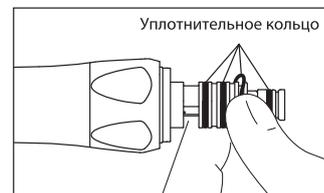

Рис. 10
- 2) Аккуратно извлеките большим пальцем все уплотнительные кольца (Рис. 10)